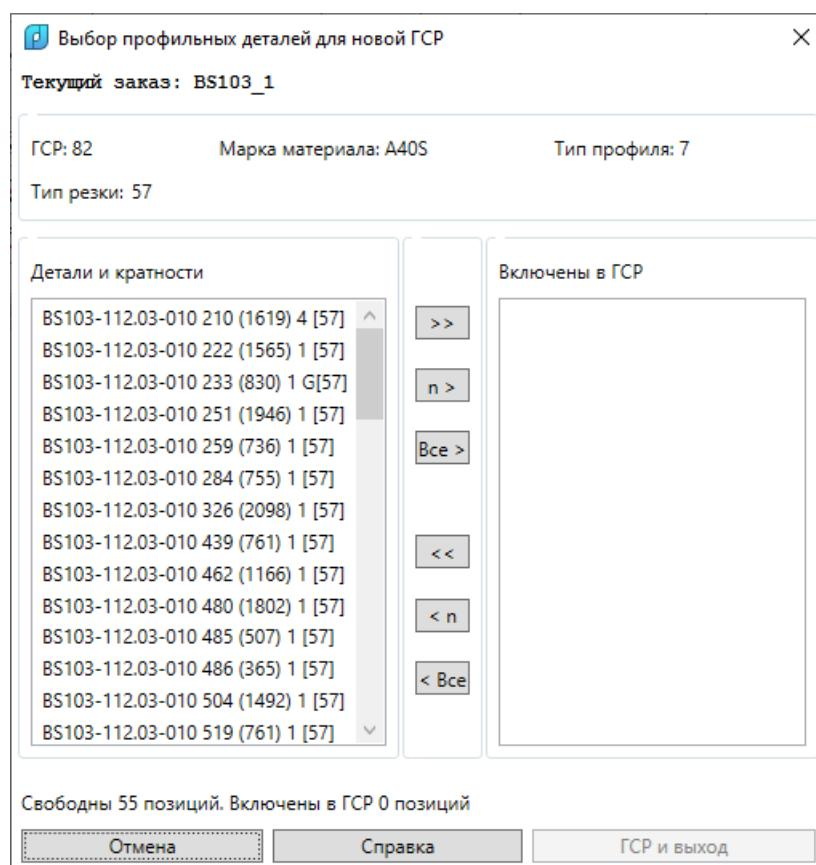
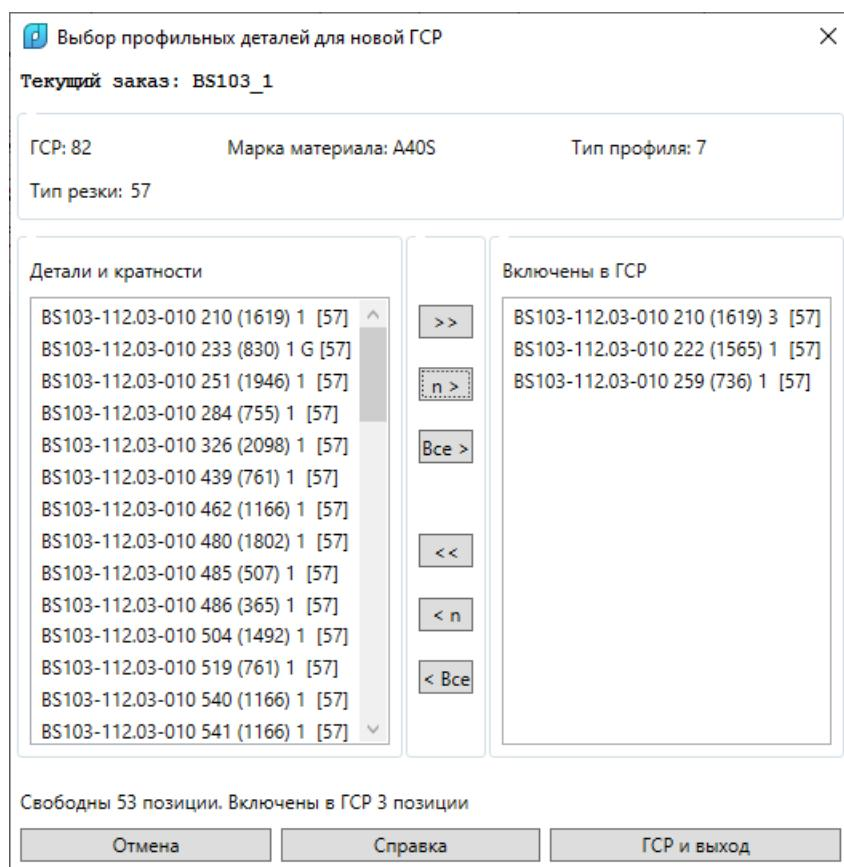

Рис. 23. Окно **Выбор профильных деталей для новой ГСР**
Рис. 24. Пример выбора не всех экземпляров позиции (профильная ГСР)
После нажатия кнопки **Выбрать детали** откроется диалоговое окно **Выбор профильных деталей для новой ГСР** (рис. 23).
В случае ошибочного включения в ГСР деталей или лишних экземпляров можно исправить ситуацию с помощью трех нижних кнопок в центральном столбце окна на рис. 23. Пример случая выбора не всех свободных позиций (210) приведен на рис. 24.